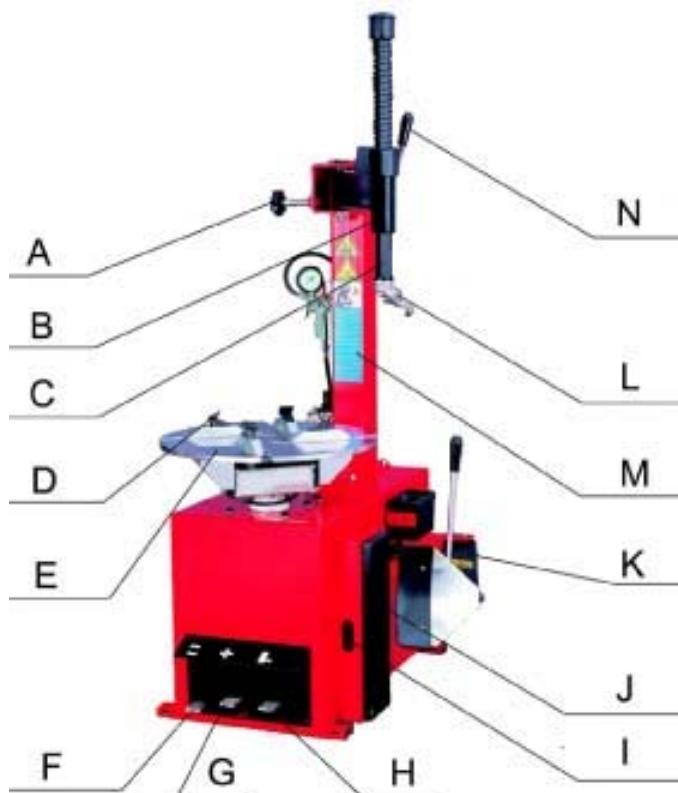

Рис.2
- 2) Нажмите педаль вращения стола (3, рис.2). Монтажный стол должен вращаться по часовой стрелке. Поднимите педаль. Стол должен вращаться против часовой стрелки.
- 3) Нажмите педаль отжима покрышки (1, рис.2) до срабатывания лопаты отжима. При отпускании педали она должна вернуться в исходное положение. 4) Нажмите педаль зажима кулаков (2, рис.2) для разведения кулаков. При повторном нажатии на педаль кулаки сходятся.
1) ВНИМАНИЕ: перед выполнением этой операции полностью спустите воздух из шины и уберите с колеса балансировочные грузы. 2) Во избежание повреждения шины и для облегчения процесса намажьте по всей поверхности закраины покрышки смазку. 3) Установите колесо на монтажный стол (4, рис.2). 4) Чтобы закрепить колесо на столе, проделайте следующее (в зависимости от размера колеса): Обод от 10" до 18": Поместите четыре кулачка (5, рис.2) в положение, отмеченное маркировкой на столике, выжимая до половины вниз педаль зажима (2, рис.2). Установите колесо на кулачки и, прижимая обод колеса, выжмите педаль захвата до упора. Убедитесь, что колесо прочно удерживается кулачками.
- 5) Опустите штангу (7, рис.2), пока монтажная головка (6, рис.2) не окажется рядом с ободом над колесом. При помощи блокировки зафиксируйте положение штанги.
- 7) Поднимите закраину покрышки на носик монтажной головки. Для этого вставьте монтажную лопатку между закраиной шины и носиком монтажной головки, затем приподнимите педаль вращения стола (3, рис.2).
- 9) Удерживая монтажную лопатку (14, рис.2) в нужном положении, вращайте стол по часовой стрелке, полностью выжав педаль вращения стола. Продолжайте, пока шина полностью не отделится от обода.
- 3) Зафиксируйте обод колеса при помощи внутренних частей кулачков (5, рис.2).
- 4) ПРИМЕЧАНИЕ: если вы работаете с ободами одного и того же размера, нет необходимости постоянно фиксировать и освобождать штангу. Вместо этого сдвиньте в сторону плечо (8, рис.2) с зафиксированной штангой (7, рис.2).